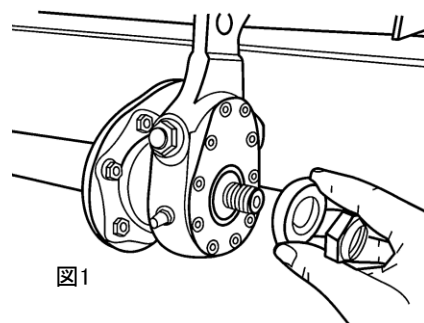

図1
- ・オートマチックスラックアジャスタは六角ロックナットを緩め取外す。図1